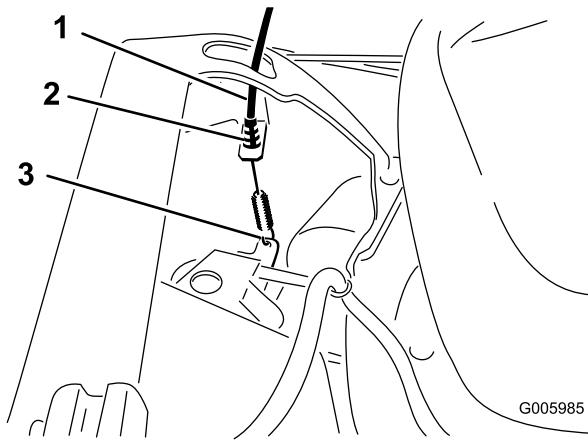

Figura 6
3. Fate passare il cavo della trazione automatica sotto l'interno della stegola, infilate lo nell'apertura presente sulla parte sinistra della scocca e attaccatene l'estremità alla macchina (Figura 6).